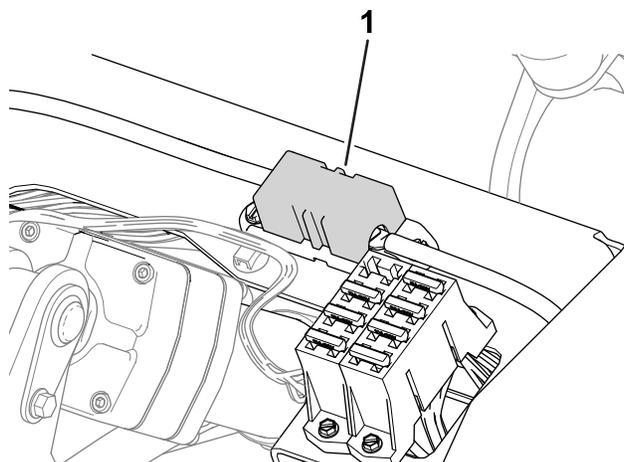

Figura 43
- Os fusíveis do motor da roda direita (60 A) encontram-se debaixo do banco (Figura 43).